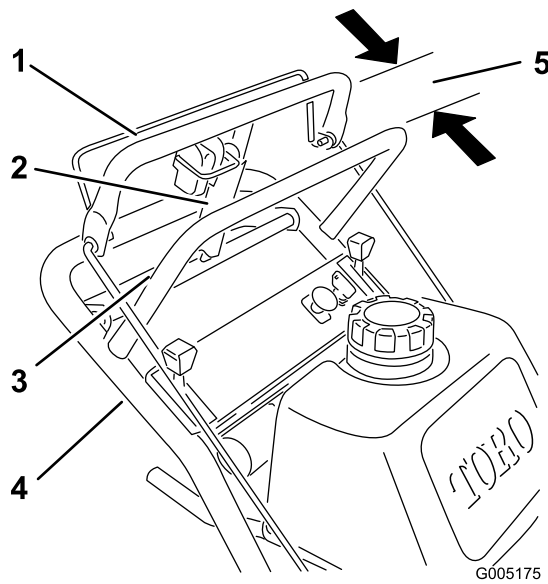

Figure 11
4. Vérifiez l'espace entre la barre de commande supérieure et la barre fixe quand la transmission aux roues est complètement embrayée. L'espace doit être de 25 à 32 mm (1 à 1-1/4 po) environ (Figure 11).